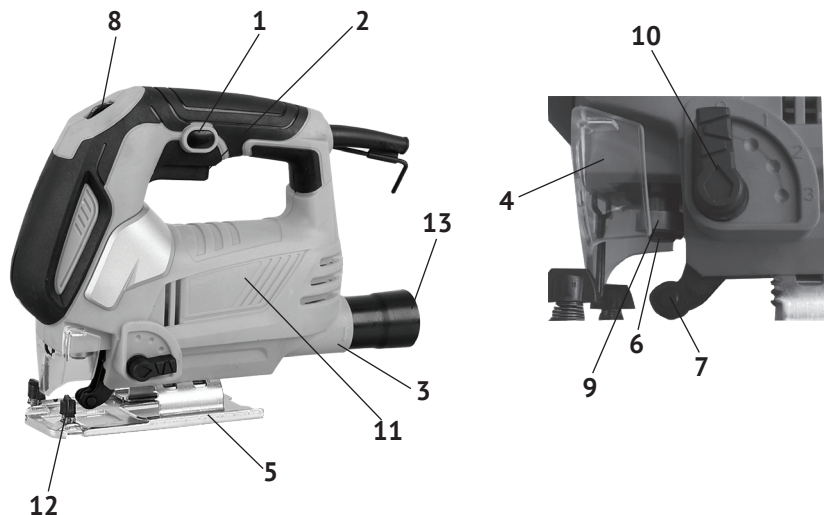

рис.1
1.6 Общий вид лобзика представлен на рис.1
1.7 Коллекторный двигатель и приводной механизм лобзика расположены в пластиковом корпусе (рис.1 поз.11). Корпус, состоящий из двух половин (правой и левой), выполнен заодно с рукояткой, расположенной сверху. Крутящий момент с якоря электродвигателя, посредством встроенного эксцентрикового механизма преобразуется в возвратно-поступательное движение верхней направляющей штока. На нижней направляющей штока расположен пилкодержатель (рис.1 поз.6), в который крепится пила. Лобзик имеет Т – образное крепление пилки (первая буква в маркировке пилки). Первая цифра в маркировке – длина пилки (Т1 – короткая, Т2 – средняя, Т3 – длинная). Цвет хвостовика (а чаще и всей пилки) указывает на материал обработки (серый – для дерева, синий – для металла, красный – для полимеров, чёрный – для других материалов).
Переключатель маятникового хода (рис.1 поз.10) имеет 4-е фиксированных положения: «0» - вертикальное пиление, «1», «2», «3» - всё более увеличивающееся отклонение от вертикали. Маятниковый ход в режимах «1», «2», «3» применяется для улучшения эффективности резания мягких (древесина, пластмасса и т.п.) материалов.
В нижней части опорной плиты (рис.1 поз.5) находятся два винта (головка - внутренний шестигранник). Ослабляя эти винты, устанавливаем боковой наклон корпуса лобзика относительно подошвы (до 45° вправо или влево).
1.8 Клавиша выключателя (рис.1 поз.2) расположена в нижней части рукоятки. Включение лобзика осуществляется нажатием на клавишу выключателя указательным пальцем. Фиксация клавиши в рабочем положении, осуществляется кнопкой (рис.1 поз.1), расположенной слева на рукоятке. При повторном нажатии на клавишу, кнопка фиксации и клавиша (со щелчком) возвращается в исходное положение - выключено.
Диск регулятора скорости (рис.1 поз.8) расположен сверху, в передней части рукоятки. С его помощью устанавливается необходимая скорость хода пильного полотна.
1.9 В комплект поставки входит параллельный упор с метрической разметкой. Упор крепится в пазах регулируемой подошвы двумя винтами (рис.1 поз.12) перед пилкой. Выставив упор (справа или слева от лобзика), на отмеченном по шкале расстоянии, можно проводить рез, параллельно края заготовки.
- поднять вверх пластиковый защитный кожух (рис.1 поз.4);
- повернув вокруг своей оси втулку (рис.1 поз.9), расфиксировать полкодержатель (рис.1 поз.6);
- вставить снизу пилку (зубцами вперёд) в полкодержатель (рис.1 поз.6) так, чтобы задняя часть полотна попала в паз направляющего ролика (рис.1 поз.7);
- для удаления пыли из зоны резания используйте пылесос, присоединив его к патрубку пылеотвода (рис.1 поз.3);
При выборе скорости движения пильного полотна необходимо оценить материал заготовки. Чем твёрже распиливаемый материал, тем ниже скорость, устанавливаемая регулятором (рис.1 поз.8).